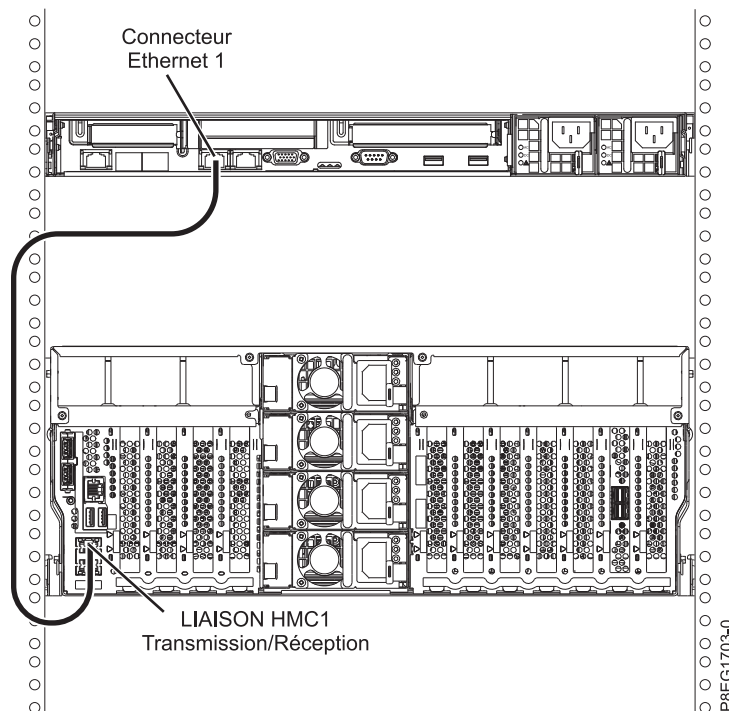

Figure 17. Connexion de la console HMC au système géré
1. Si vous souhaitez connecter directement la console HMC au système géré, reliez le **connecteur Ethernet 1** de la console HMC au port **HMC1** du système géré. Voir figure 17.